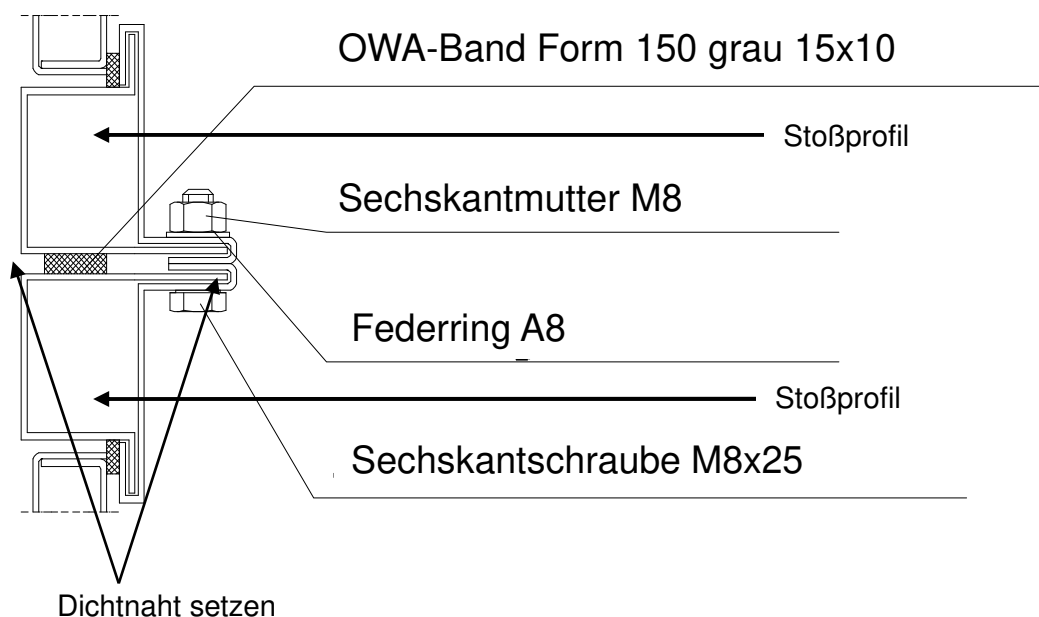

Bild 3.1: Darstellung der Bauteilverbindung mit Stoßprofilen
- Vor dem Zusammenbau ist die Stoßseite mit dem von ROX gelieferten **Dichtungsband** zu bekleben. Die Teile werden danach aneinander geschoben (siehe **Bild 3.1**).
Die **Bauteilverbindung an der Gerätestoßseite** erfolgt wie in **Bild 3.1** dargestellt. Hier werden die Stoßprofile mit entsprechenden Sechskantschrauben (M8x25), entsprechenden Federringen (A8) und entsprechenden Sechskantmuttern (M8) befestigt.